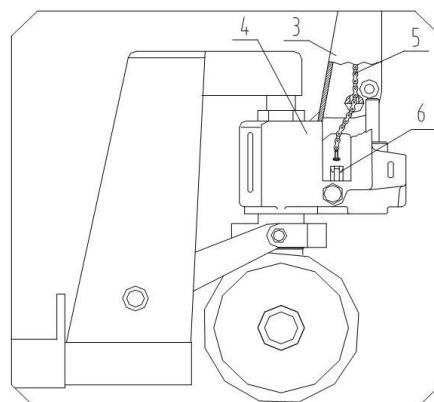
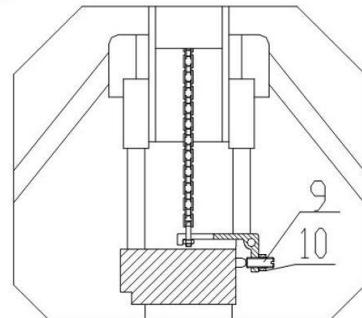

Fig. 2
Fig. 5
2.1.3 Vrid stiftstaven (2), och säkerställ att stiftstavens stora hålaxel är precis i vertikaliteten. Sätt kedjan (5) av bygeln så den kommer över det mellersta hålet av stiftstav (2). Se fig 2.
2.1.4 Ta mutter som är i änden av kedja (5) och haka den i spåret av spakbräde (6). Se fig 2 och fig 5.
2.1.8 Skruven (9) i fig 5 används för att justera trucksituationen. När truckkroppen sänks omedelbart efter att den lyfts, så bör du vrida skruven 9 lite moturs, och sen pröva trucken igen tills truckkroppen kan lyfta normalt. Om truckkroppen inte kunde sänkas efter att den lyfts, så bör du vrida skruven (9) lite medurs, och sen försöka använda trucken igen tills truckkroppen kan sänkas normalt. Den yttre hexagonmuttern (10) vid skruv (9) utgör låsfunktionen hos trucken. Så du bör lossa den yttre hexagonmuttern (10) före justeringar och skruva fast muttern (10) efter att du avslutat justeringen.